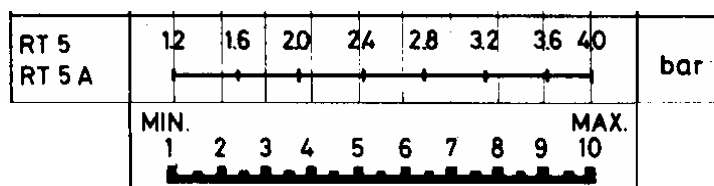

Fig. 4
- a) Tourner la poignée (1) jusqu'à ce que l'index de l'échelle (2) arrive à la valeur de pression à laquelle on veut faire partir le brûleur;
- b) Enlever le couvercle du pressostat et mettre le tambour (3) sur la valeur choisie pour le différentiel (arrêt brûleur) sur la base du diagramme de la Fig. 4.